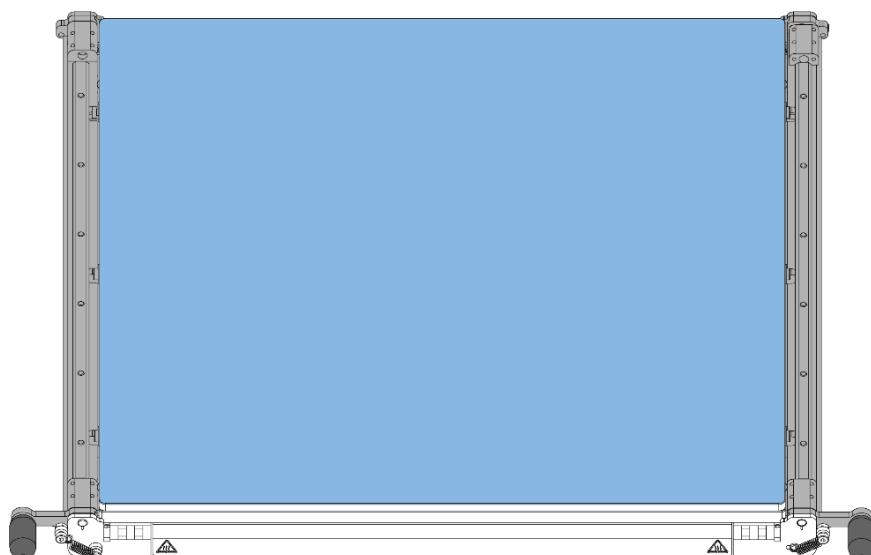

Рис. 61. Монтаж подогреваемой платформы - размещение стекла
7. Поместить стекло на подогреваемую платформу (Рис. 61, синяя). Датчик принтера определит, что было размещено стекло.